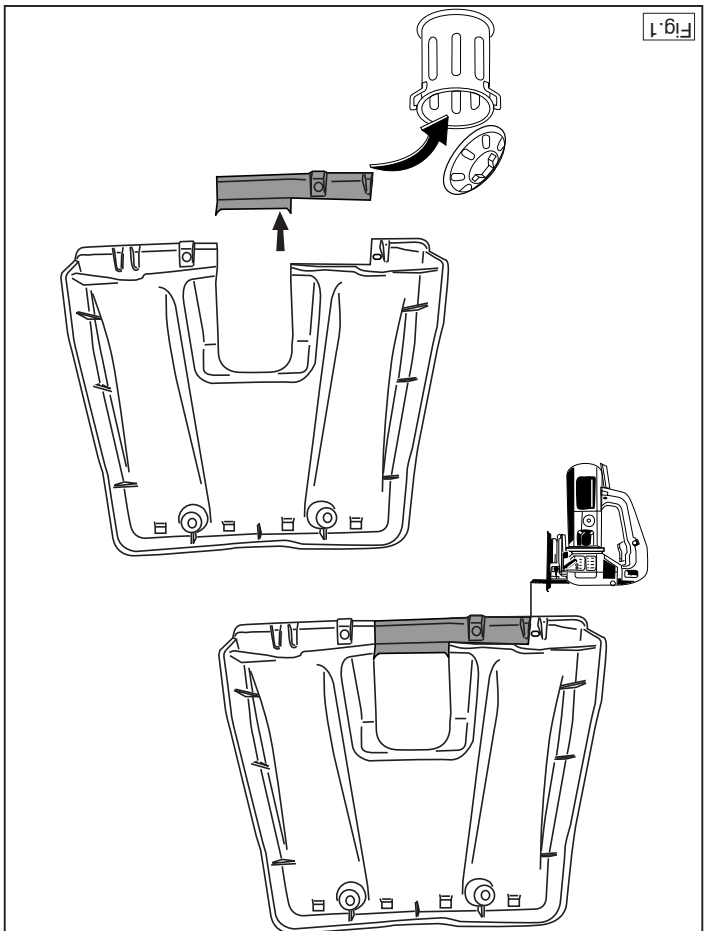

Fig.1
3. Saw a portion out of the cover plate as shown in figure 1.
3. Gemäß Abb. 1 einen Teil aus der Abdeckplatte heraussägen.
3. Scier une partie de la plaque de protection conformément à la figure 1.